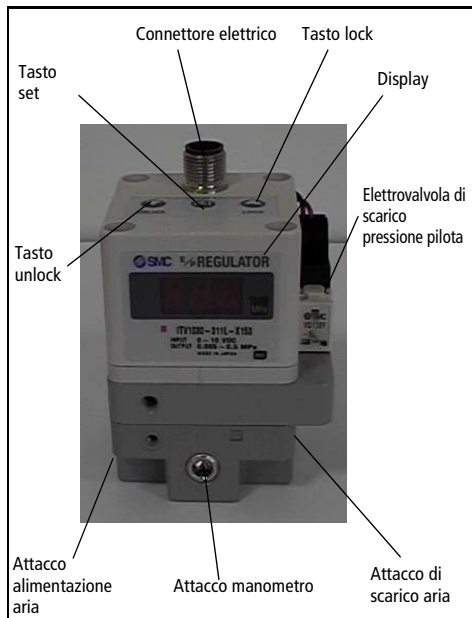

Fig 1
- Per impostare la pressione minima (sul display appare F-1) utilizzare i tasti lock/unlock (Fig 1), quindi premere 'Set' (Fig 1) per bloccare l'impostazione.
- Per impostare la pressione massima (sul display appare F-2) utilizzare i tasti lock/unlock (Fig 1), quindi premere 'Set' (Fig 1) per bloccare l'impostazione.
- Per impostare l'uscita del sensore 1 (sul display appare P-1) utilizzare i tasti lock/unlock (Fig 1), quindi premere 'Set' (Fig 1) per bloccare l'impostazione.
- Per impostare l'uscita del sensore 2 (sul display appare P-2) utilizzare i tasti lock/unlock (Fig 1), quindi premere 'Set' (Fig 1) per bloccare l'impostazione.
Se per errore si preme qualche tasto, sul display (Fig. 1) appare la scritta 'Loc'.
1) Premere il tasto 'unlock' (Fig 1) per più di 2 secondi.
3) Premere il tasto 'set' (Fig 1) per sbloccare.
**Nota: Per cancellare l'operazione, premere di nuovo il tasto unlock (Fig 1).**
1) Premere il tasto 'lock' (Fig 1) per più di 2 secondi.
3) Premere il tasto 'set' (Fig 1) per bloccare.
**Nota: Per cancellare, premere il tasto 'unlock' (Fig 1).**
Se il regolatore ITV1000 rileva un'anomalia, sul display (Fig 1), appare Er seguito da un codice. Isolare l'alimentazione, individuare il problema e risolverlo. Ristabilire l'alimentazione di potenza, dopo aver eliminato il guasto.
Premere i tasti lock/unlock (Fig 1) contemporaneamente per più di 3 secondi. Sul display appare la scritta RES. Rilasciare i tasti. I valori delle pressioni massima e minima e delle uscite dei sensori P1 e P2 vengono riportati alla condizione iniziale.
Nota: Se l'alimentazione supera i 30mA, appare l'informazione sul display (Fig. 1) mostrando 'Er 5'.